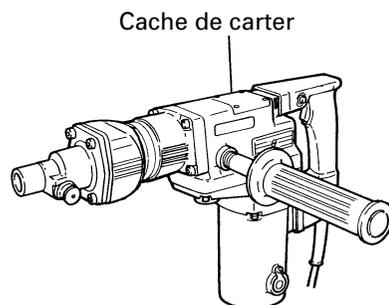

Fig. 18
(1) Enlever le couvercle du carter et essuyer la graisse à l'intérieur. (Fig. 18)
(2) Appliquer 0.7 oz (20 g) de graisse pour marteau électrique HITACHI A (en tube) au carter.